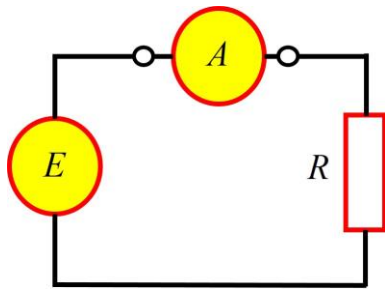

Рис. 3.5. Подключение амперметра в исследуемую цепь:  $E$  – ЭДС,  $R$  – резистор.
с подвижным узлом, от величины силы тока, протекающего через измерительный узел прибора. Амперметры включают последовательно (в разрыв цепи) на том ее участке, где необходимо определить силу тока (рис. 3.5). Шкалы амперметров обычно градуируют непосредственно в единицах силы тока: *амперах (A)*, *миллиамперах (mA)* или *микроамперах ( $\mu A$ )*.